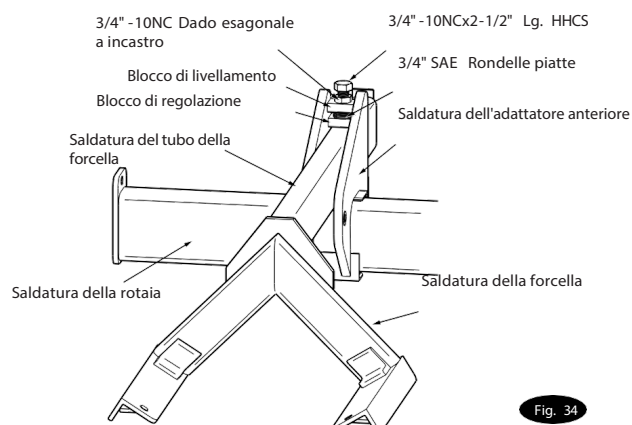

Fig. 34
1. Rondelle piatte SAE da 3/4" da aggiungere tra il blocco di livellamento e il blocco di regolazione. (5) rondelle in quantità saranno necessarie se il pavimento è completamente livellato.
2. Applicare il dado a incastro 3/4" - 10NC sulle HHCS 3/4" - 10NC x 2-1/2" lg., stringendo fino a quando il dado è vicino alla testa del bullone, vedere Fig. 34.